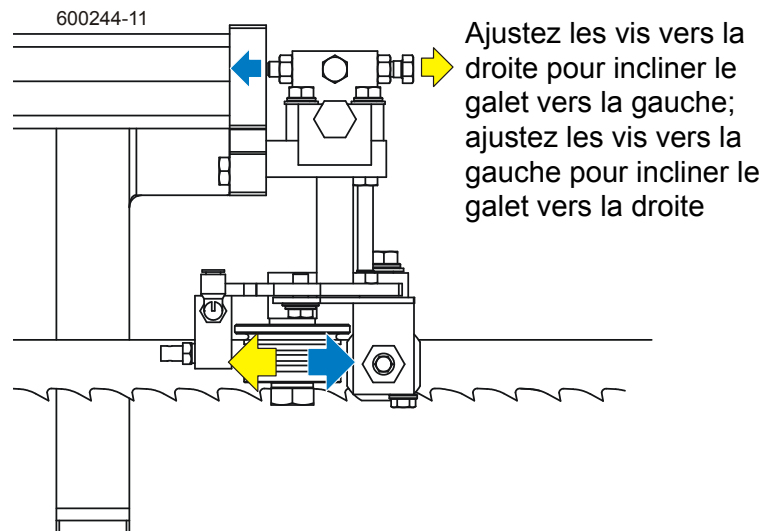

FIG. 7-11
**Voir Figure 7-11.** Desserrez les contre-écrous sur les vis d'ajustement de l'inclinaison horizontale. Pour incliner le galet vers la gauche, desserrez la vis droite et serrez la vis gauche. Pour incliner le galet vers la droite, desserrez la vis gauche et serrez la vis droite. Serrez les contre-écrous et vérifiez de nouveau l'inclinaison de la lame.